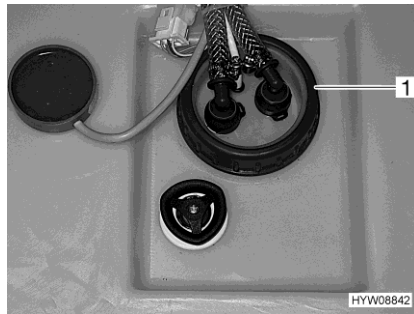

Fig. 140 Orificio de limpieza (depósito de agua)
- Retirar la tapa de cierre (Fig. 140,1) del depósito de agua.